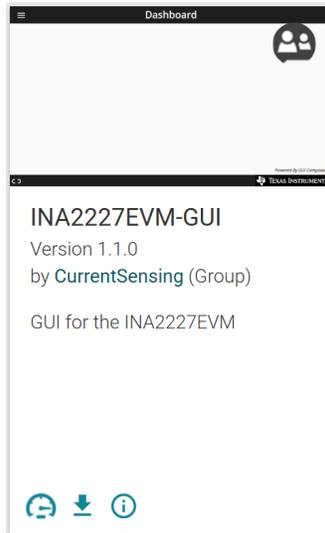

图 3-2. GUI Composer 应用程序
3. 打开 *GUI Composer* 应用程序，以从网络浏览器启动 GUI (请参阅图 3-2)。
4. （可选）要下载 GUI 以供离线使用，请点击 *GUI Composer* 应用程序中的  图标，然后按照提示操作（请参阅图 3-2）。